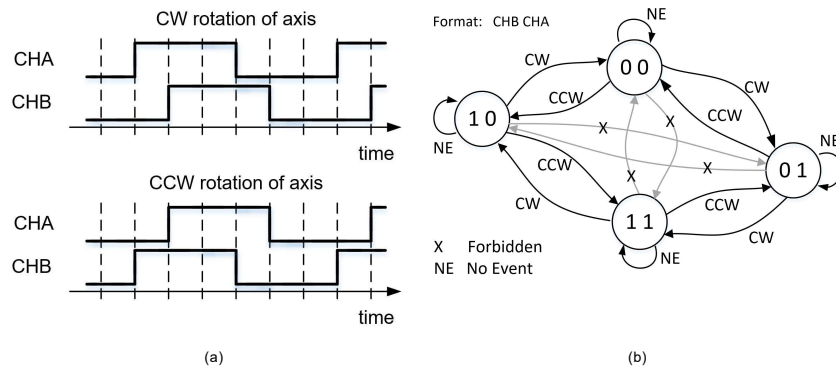

Figure 9.2: (a) Signaux transmis par l'encodeur sur les lignes A et B lors d'une rotation de l'axe. (b) Diagramme de transition d'états de l'encodeur.
1. La fonctionnalité de l'encodeur peut être présentée par les signaux observés en sortie, ainsi que par une suite d'états (il s'agit des états de l'encodeur; il ne s'agit pas d'une machine d'états finis à développer). Ces deux formulations sont équivalentes et sont présentées en Figure 9.2. Lors d'une rotation dans le sens horaire (CW), le signal A précède le signal B; lors d'une rotation dans le sens anti-horaire (CCW), le signal B précède le signal A. Le sens de rotation est détecté par le signe de la phase de A-B.
Chacune de deux formulations en Figure 9.2 peut être utilisée afin de générer une table de transition. Cette table comprend comme entrée les valeurs courantes ainsi que les valeurs précédentes des signaux A et B (CHA pour channel A, et CHB pour channel B). En sortie, la table présente deux signaux. Un signal (dir) indique la direction de rotation, et un deuxième signal (cnt_en) indique que l'axe a subi une rotation d'un cran.